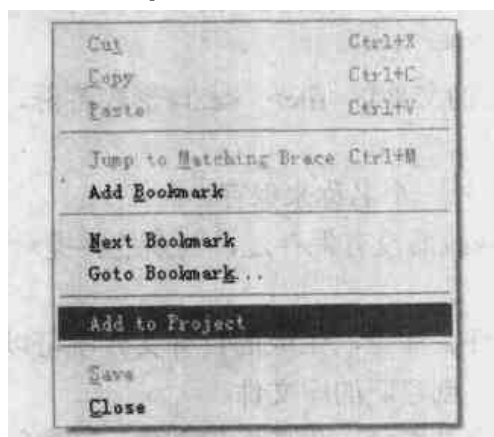
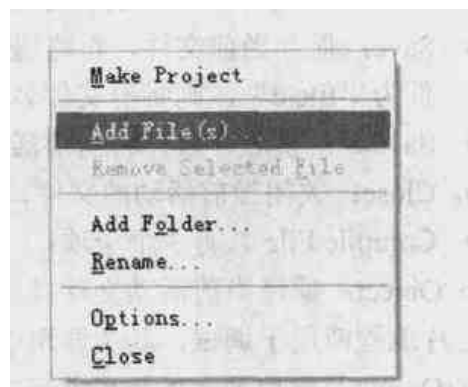

图 3.8 编辑窗口右键菜单
图 3.9 工程窗口右键菜单
1. 鼠标右键弹出菜单, 如图 3.8 和 3.9 所示。
在 ICCAVR 环境中单击鼠标右键, 那么 ICCAVR 会根据实际情况弹出相应的工具菜单, 图 3.8 为在编辑窗口中(图 3.25 中的①)单击鼠标右键弹出的工具菜单, 图 3.9 为在工程窗口中(图 3.25 中的②)单击鼠标右键弹出的工具菜单。